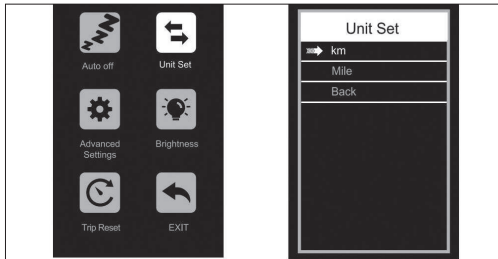

Abbildung 4-2
**Einheitensatz:** Wenn Sie diese Einstellung eingeben, können Sie die Einheit anpassen, wie in der (Abbildung 4-2) gezeigt.